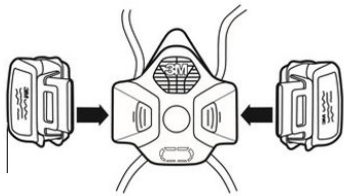

Fig. 5
1. Alinhe a extremidade de conexão dos cartuchos com as conexões na peça facial (Fig. 5).